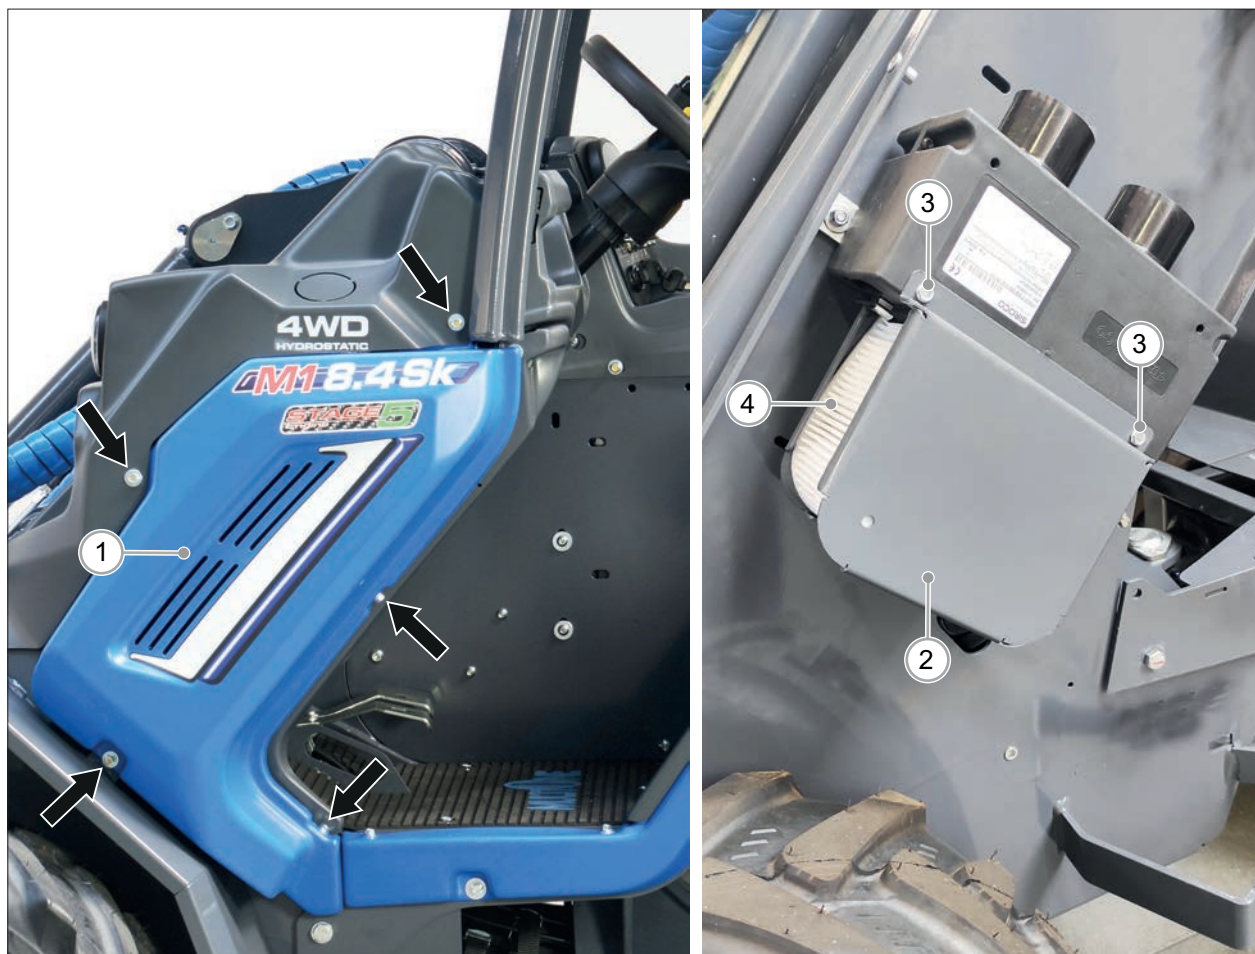

РИС. 57
- 2) Снимите левую панель (РИС. 57 – Сс. 1), ослабив винты крепления к раме.
- 3) Снимите крышку воздушного фильтра (РИС. 57 – Сс. 2), ослабив крепежные винты (РИС. 57 - Сс. 3).
- 4) Снимите воздушный фильтр (РИС. 57 - Сс. 4) .